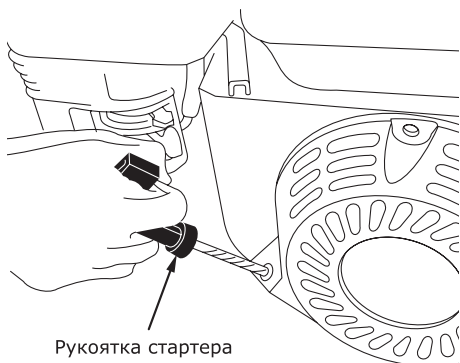

Рис. 18
- Запустите двигатель. Будьте внимательны! При вытягивании шнура стартера шнур может создавать отдачу. Возьмитесь за ручку шнура стартера. Медленно потяните шнур до возникновения сопротивления со стороны двигателя. Не допуская возврата ручки обратно, продолжайте быстро тянуть ручку на полный взмах руки. Медленно (с натягом шнура) верните ручку в начальное положение (рис. 18). Резкое отпускание ручки шнура стартера приводит к его механическому повреждению, что рассматривается как негарантийный случай.